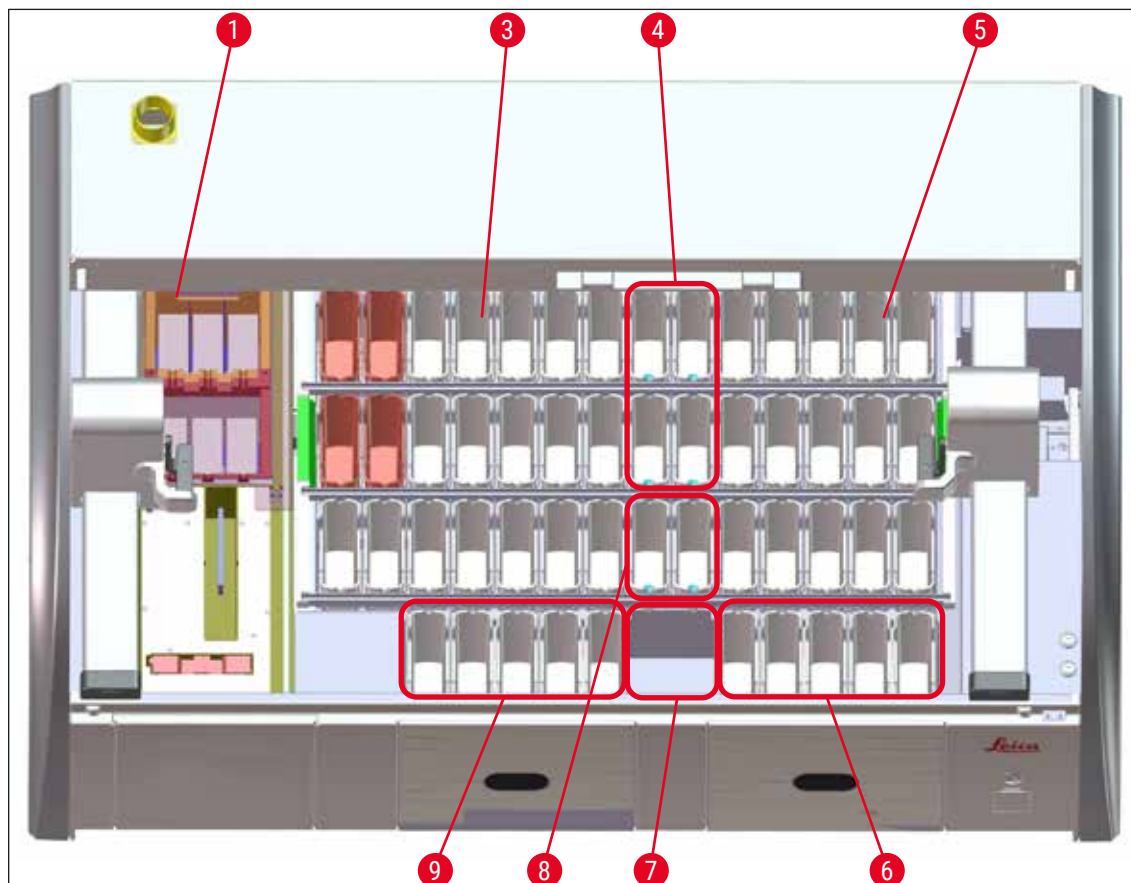

図65
- 複製ステーション（元のステーションと複製したステーション）は容器フィールドの同じ側にあることが必要です（→「図 40」）（→「図 65」）。これを守らなかった場合、槽の配置の変更結果を保存できません。
- (→「図65」)は、容器フィールドに配置されたさまざまなステーションの一覧です。